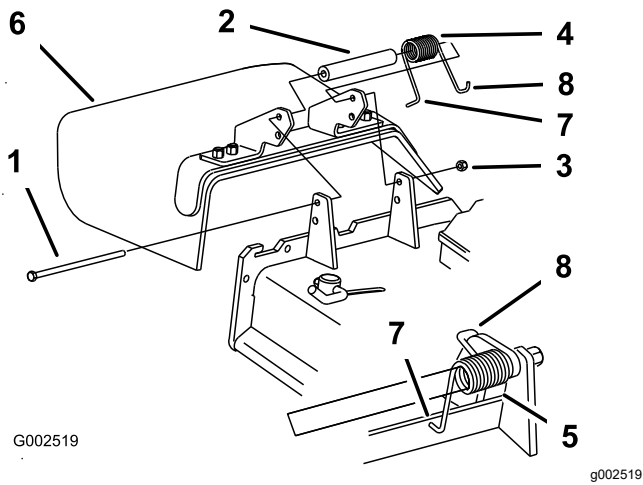

Figure 48
1. Retirez le contre-écrou, le boulon, le ressort et l'entretoise qui fixent le déflecteur aux supports de pivot (Figure 48).
Remarque: Prenez soin de placer l'extrémité en **L** du ressort derrière le bord du plateau avant de mettre le boulon en place, comme montré à la Figure 48.
5. Accrochez l'extrémité en **J** du ressort au déflecteur d'herbe (Figure 48).